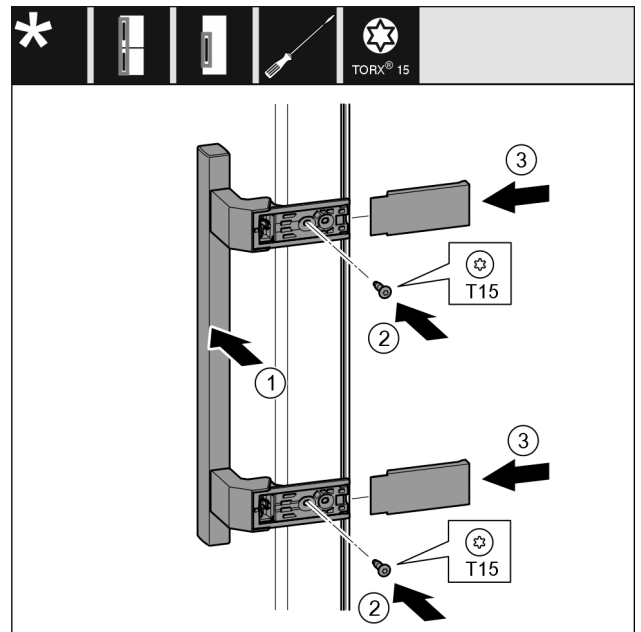

Fig. 9
- Griff auf der Gegenseite ansetzen. Fig. 9 (1)
- Abdeckungen seitlich ansetzen und aufschieben. Fig. 9 (2)